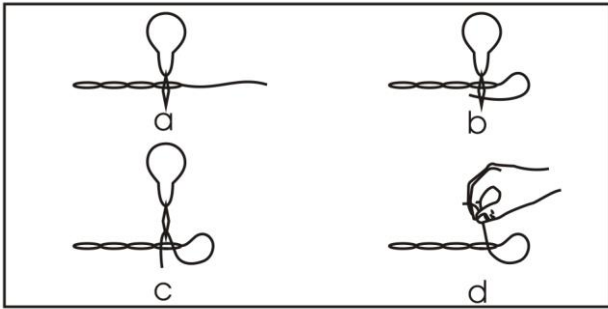

Fig. 7
- Draai naar de achterkant van de stof en leid de voorbehouden draad van 7,5 cm volgens de volgende instructies en de overeenkomstige afbeeldingen. Fig. 7